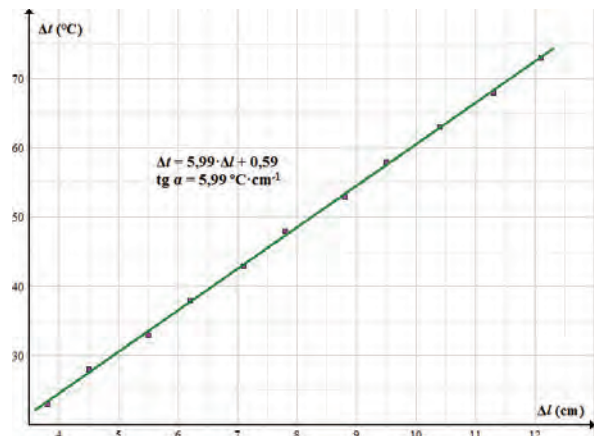

Fig. 5
- Din graficul  $\Delta t = f(\Delta l)$ , trasat folosind programul (fig. 5), se determină panta dreptei: